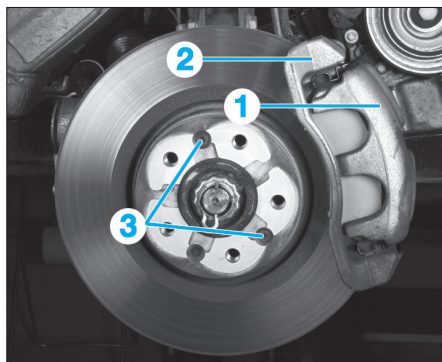

Fig. 5
- Sans débrancher le flexible, déposer l'étrier (1) de frein et le suspendre dans le passage de roue (Fig.5).
- Déposer le support d'étrier (2).
- Déposer les vis (3) puis déposer le disque.